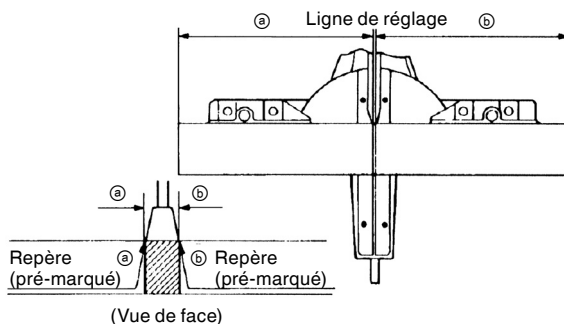

Fig. 25
- (1) Comme indiqué à la Fig. 25, la largeur de la lame est la largeur de coupe. En conséquence, glisser la pièce vers la droite (vue de la position de l'opérateur) pour obtenir la longueur  $\textcircled{b}$ , et sur la gauche pour obtenir la longueur  $\textcircled{a}$ .